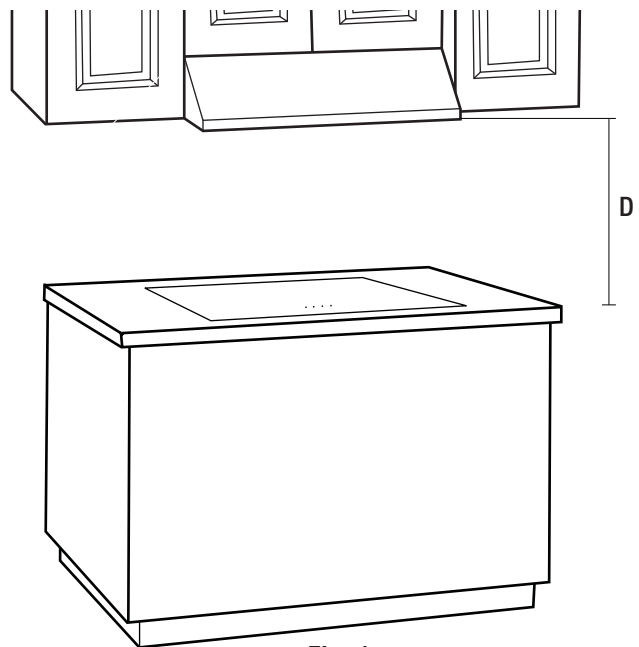

Fig. 1
4. Si vous choisissez d'installer la hotte, comme ci-dessous (Fig. 1), à la distance (D) de la surface de cuisson, prenez des précautions supplémentaires car la hotte peut être très chaude au toucher. Pour cette unité, la distance (D dans la fig. 1) est de 458mm - 710mm (18 po - 28 po). Si vous choisissez une l'installation de 18po., la température de la surface de la hotte sera élevé si l'appareil est utilisé pendant une cuisson à haute puissance pour un certain temps.